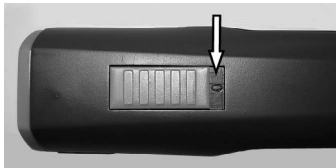

Abb. 4 Schiebeschalter in AUS-Position („0“)
1. Die Kontakte der Schermaschine (1) und des Akkus (2) auf Fremdkörper und Verschmutzung überprüfen.
2. Sicherstellen, dass der Schalter-schieber der Schermaschine in Position AUS („0“) steht (Abb. 4).
3. Akku (2) in die Schermaschine (3) einschieben, bis die Akkuverriegelung (1) beidseitig eingerastet ist.
4. Schermaschine mit eingesetztem Akku (1) oder Akku allein (2) von oben ohne Gewalt in die dafür vorgesehene Lademulde der Ladestation einsetzen.
6. Akku wird geladen. Während des Ladevorgangs leuchtet die Kontrolllampe (3) rot. Sobald der Akku min. 90 % geladen ist, wechselt die Kontrolllampe auf grün und die Ladestation schaltet auf „Erhaltungsladung“.
7. Das Ladegerät mit einer Hand festhalten und mit der anderen Hand die Schermaschine (1) oder den Akku (2) herausziehen.
1. Schiebeschalter auf Position „0“ schieben (Abb. 4).
2. Die Akkuverriegelung (2) beidseitig nach innen drücken und Akku (1) aus der Schermaschine ziehen.
3. Geladenen Akku (1) in die Schermaschine (2) einsetzen, bis die Akkuverriegelung beidseitig eingerastet ist.